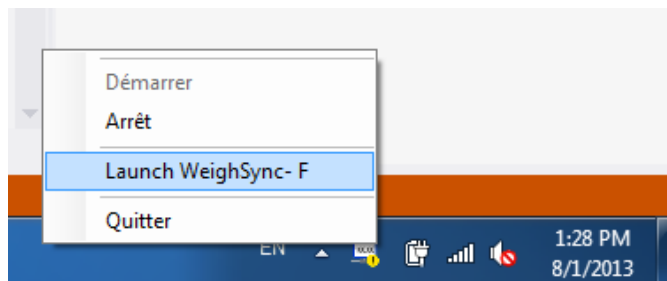

Figure 1-10 : WeighSync dans la barre des tâches système
- En lançant l'application depuis le menu de l'icône de la barre des tâches (Figure 1-10).